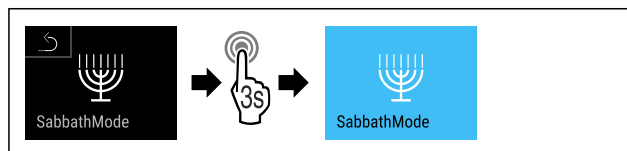

Fig. 12
- ▶ Выполните шаги действия (см. Fig. 12) .